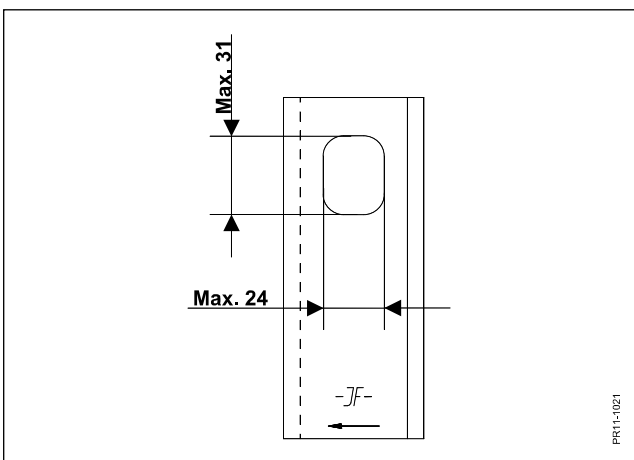

Fig. 5-12
- Fig. 5-12 Wenn das Loch in dem Messer ausgeschlagen ist und die angegebene Größe übersteigt, soll das Messer sofort ausgetauscht werden.
BEACHTEN: Einstellung kann nur bei gespannten Muttern **A** (gemäß Fig. 5-12) erfolgen. Nach erfolgtem Justieren die Muttern lockern, bis sie mit dem Gewinde der Bolzen fluchten.